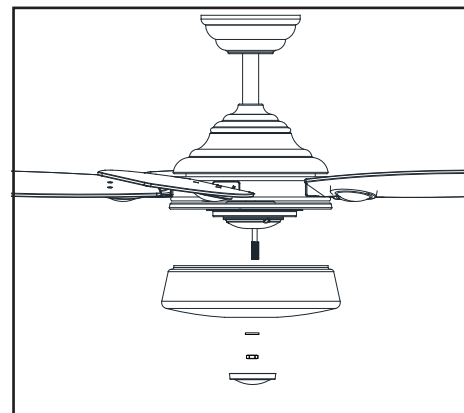

Figura 15
5. Retira la arandela de goma, la tuerca hexagonal y el remate de la boquilla enroscada del conjunto del soporte del kit de luces. Coloca el tazón de vidrio sobre la boquilla enroscada. Vuelve a instalar la arandela de goma, la tuerca hexagonal y el remate en la boquilla roscada para asegurar bien el tazón de vidrio. (Figura 15)